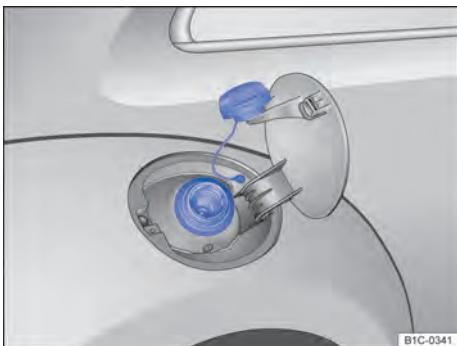

Fig. 132 Portinhola do tanque aberta com a tampa do tanque pendurada.
- Girar a portinhola do tanque no sentido anti-horário e pendurá-la em cima da portinhola do tanque ⇒ Fig. 132.